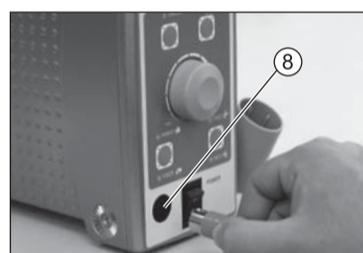

Fig. 3
Insira o conector do cabo do motor no conector de saída ⑧.(Fig.3)